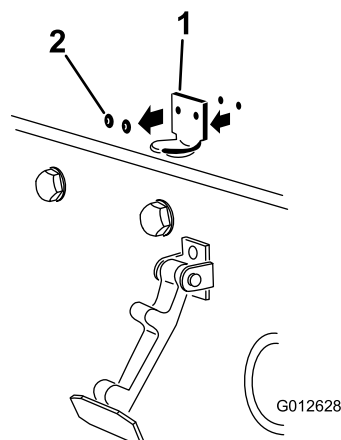

Рисунок 6
- Извлеките 2 заклепки, которые крепят кронштейн защелки капота к капоту (Рисунок 6). Снимите кронштейн защелки капота с капота.